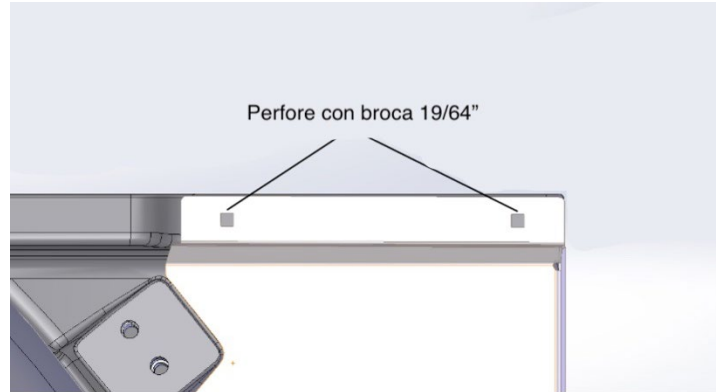

Figura 3 – Localización de agujeros de montaje mostrados
- a. Agujeros de montaje: broca 19/64" o 5/16" (ver Figura 3).